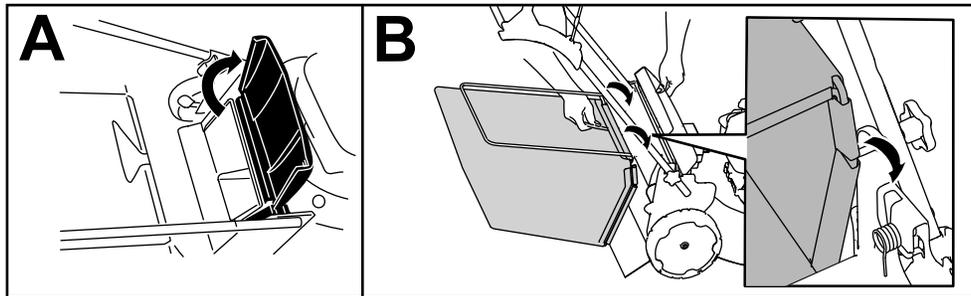

Figura 11
1. Levante y sujete el deflector trasero (Figura 11, A).
2. Instale la bolsa de recogida, asegurándose de que los pasadores de la bolsa descansan en las muescas del manillar (Figura 11, B).